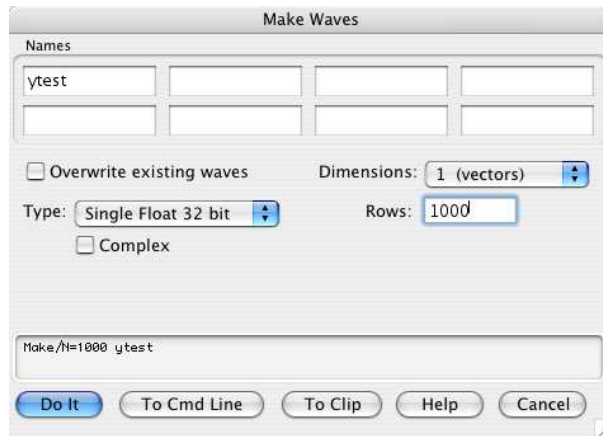

Fig. 1
1. Sélectionner *Data* \triangleright *Make Waves...* et remplir la boîte de dialogue comme sur le panneau de la figure 1.